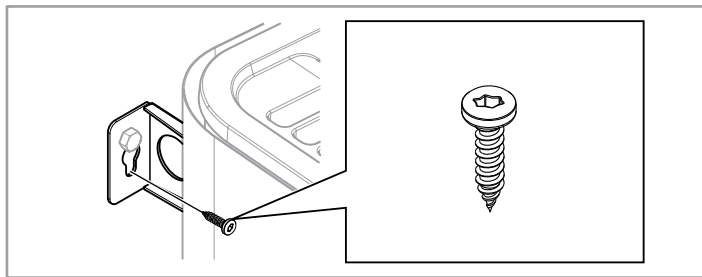

Fig 14: Konsolens låsskriv
8. Lås aggregatet på plats med låsskruven se Fig 14.